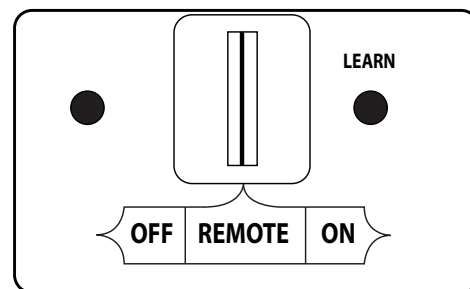

Fig. 20-1 Détail récepteur de télécommande (REMOTE)
1. Repérez l'interrupteur à 3 positions sur le récepteur de télécommande (voir Fig. 20-1), Et faites glisser le commutateur sur la position **REMOTE** (éloigné).